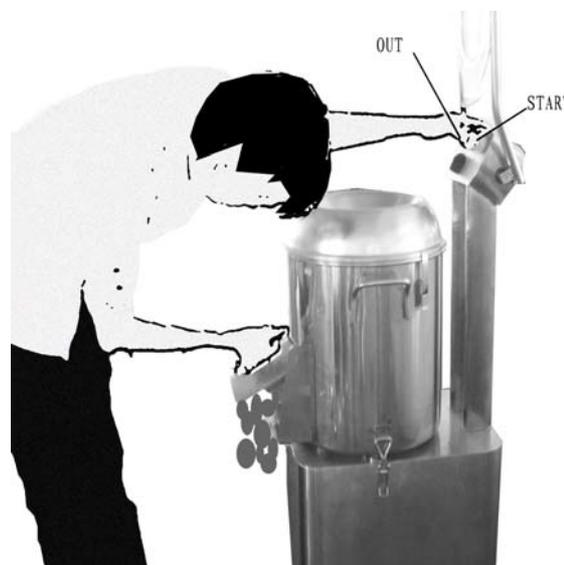

Abb. 10 - Produktentladung
- 5 Um das Material zu entladen, öffnen Sie die Entladetür, halten Sie sie mit Ihrer rechten Hand geöffnet und drücken Sie gleichzeitig die Druckknöpfe OUT und START auf der Druckknopf-Leiste mit Ihrer linken Hand. Die Maschine beginnt, die Kartoffeln durch Zentrifugalkraft zu entladen (*siehe Abb. 10*).
(siehe Abb. 10)